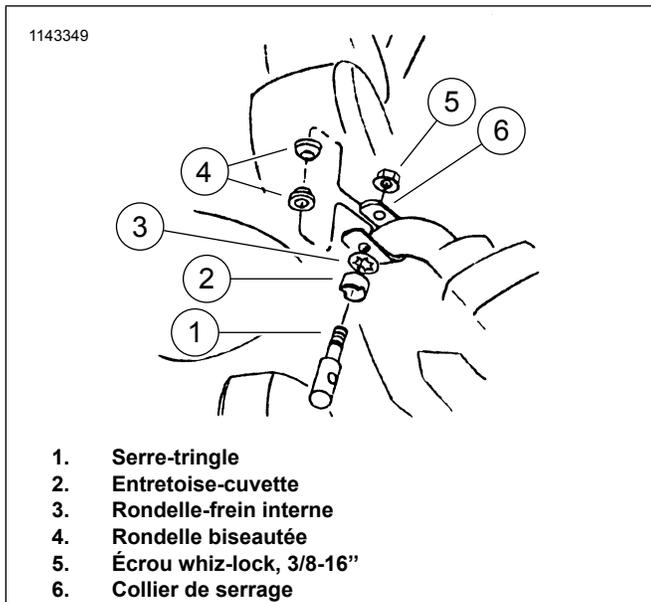

Figure 2. Assembler la bride en U
2. Voir la figure 2. Placer la bride en U (6) autour de la partie verticale du guidon avec le côté ouvert de la bride en U tourné vers l'avant.
3. Placer l'entretoise-cuvette (2) et la rondelle-frein interne (3) sur le serre-tringle (1).
4. Glisser le serre-tringle (1) dans le fond de la bride en U (6) depuis l'extérieur du guidon. En même temps insérer deux rondelles biseautées (4) dans le serre-tringle à l'intérieur de la bride en U (biseaux tournés l'un vers l'autre), une de chaque côté du guidon.
- Commencer à serrer les écrous whiz-lock (5) sur le serre-tringle (1), mais ne pas serrer.